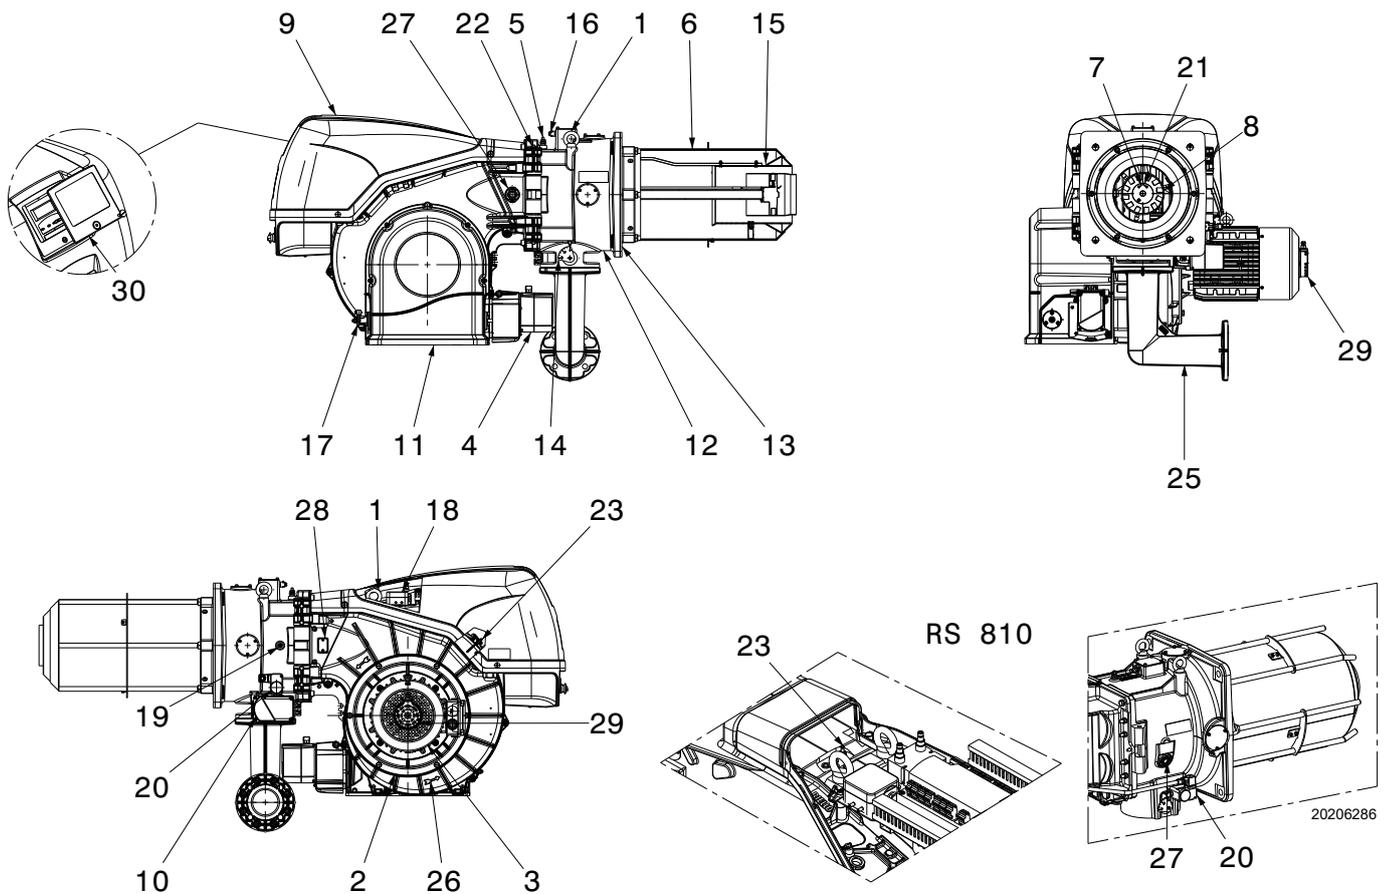

Abb. 5
- (1) Bezugsbedingungen: Raumtemperatur 20 °C - Gastemperatur 15 °C - Barometrischer Druck 1013 mbar - Höhe 0 m ü.d.M.
- (2) Druck am Anschluss 5)(Abb. 5 auf Seite 13) bei Druck Null in Brennkammer und bei maximaler Brennerleistung.
- (3) Schalldruck, im Verbrennungslabor des Herstellers bei laufendem Brenner am Prüfkessel, bei maximaler Leistung gemessen. Die Schalleistung wird mit der von der Norm EN 15036 vorgesehenen „Free Field“-Methode mit der Messgenauigkeit „Accuracy: Category 3“ gemessen, wie von der Norm EN ISO 3746 vorgeschrieben.
Den am Brenner installierten Höchstdruckwächter GW 500 (Abb. 5 auf Seite 13) durch den mitgelieferten Druckwächter GW 150 ersetzen